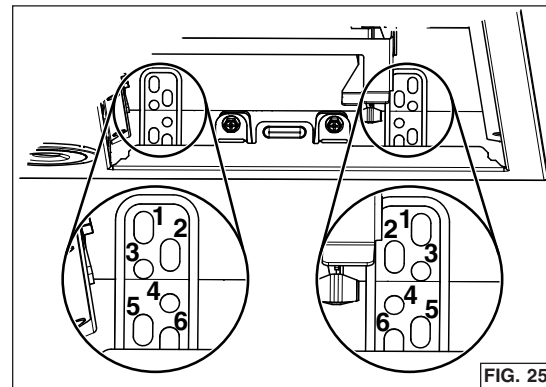

FIG. 25
3. Levantar la campana hasta que su borde quede en la base del gabinete. Sujetar la campana al gabinete usando 4 tornillos para madera n° 8 x 5/8 pulg. incluidos en la bolsa de piezas (2 tornillos a cada lado). Usar los orificios superiores o inferiores (1, 2, 3, 4, 5 o 6) (FIG. 25).